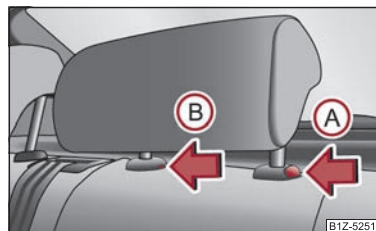

Fig. 49 Asientos traseros: reposacabezas central
- Pulse el seguro en sentido de la flecha (A), presionando simultáneamente el seguro en el orificio (B) con un destornillador plano de máx. 5 mm de ancho y retire el reposacabezas ⇒ página 52, fig. 49.